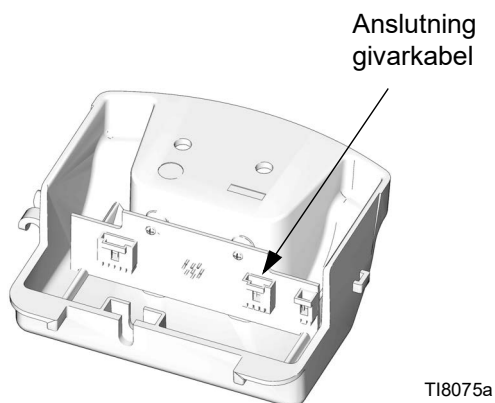

FIG. 15. Anslutning givarkabel
- a. **DataTrak Modeller:** Skruva bort de två skruvarna (135). Ta försiktigt bort DataTrak-modulen (131), se sidan 14. Koppla loss rusningsventilen och givarkablaget från modulkortet. Skruva ur de två skruvarna (134) och dra försiktigt av kåpan (132) från luftventilen.
- b. **Modeller med linjär givare:** Ta bort skruvarna (134) och dra försiktigt av huset (132) från luftventilen. Koppla loss givarkabeln från kretskortet. Se FIG. 15 på sidan 28.
10. Montera tillbaka ljuddämparen (15). Dra åt skruvarna (43) helt och hållet mot ljuddämparen.
11. Sätt tillbaka den yttre ventilkåpan (47).
- a. **DataTrak Modeller:** Trä försiktigt på höljet (132) på luftventilen. Skruva i skruvarna (134) för hand och dra sedan åt till moment 11,3 N•m (100 in-lb). Koppla in ventil- och givarkablagen på DataTrak-modulen (131), se sidan 14. Trä försiktigt in modulen i höljet (132). Skruva i skruvarna (135).
- b. **Modeller med linjär givare:** Anslut sensorkabeln till kretskortet igen. Se FIG. 15, sida 28. Trä försiktigt på höljet (132) på luftventilen. Skruva i skruvarna (134) för hand och dra sedan åt till moment 11,3 N•m (100 in-lb).
13. Sätt tillbaka övre kåpan (30).
5. Ta bort skruvarna (134) och dra försiktigt av huset (132) från luftventilen. Koppla loss givarkabeln från kretskortet. Se FIG. 15.
6. Trä tillbaka kabeln genom hålet (H) på sidan av adaptern (33) och dra upp den ur överänden på adaptern.
7. Skruva loss adaptern (33) och givaren (35). Lyft upp givaren rakt ur luftmotorn.
8. Stryk på gänglåsning på det nya givarhuset. Skruva fast givaren (35) i det övre locket (1). Dra åt till vridmoment 40,6-48,8 N•m (30-36 ft-lb).
9. Stryk på gänglåsning på adaptern (33). Dra ut givarkabeln rakt upp från ovansidan av adaptern och skruva sedan fast adaptern i det övre locket (1). Dra åt till vridmoment 40,6-48,8 N•m (30-36 ft-lb).
10. Trä givarkabeln genom hålet (H) i sidan på adaptern och anslut den åter till kretskortet. Se FIG. 15, sida 28. Trä försiktigt på höljet (132) på luftventilen. Skruva i skruvarna (134) för hand och dra sedan åt till moment 11,3 N•m (100 in-lb).
11. Stryk på gänglåsning på lyftringen (21). Håll fast adaptern (33) med en skiftnyckel så att den inte vrids runt och skruva fast lyftringen till vridmoment 40,6-48,8 N•m (30-36 ft-lb).
12. Sätt tillbaka övre kåpan (30).